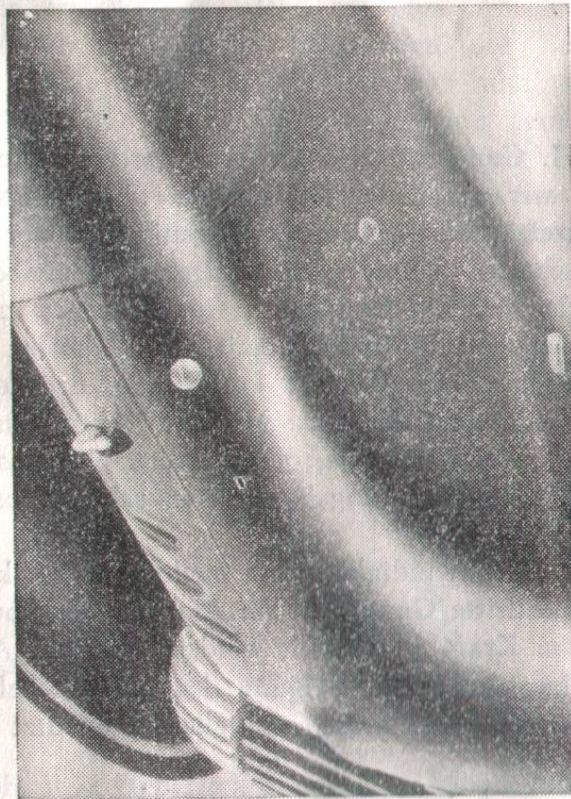

Abb. 9. Absperrhahn des Kraftstoffbehälters.
2. der Hahn des Kraftstoffbehälters wird geöffnet (Abb. 9);